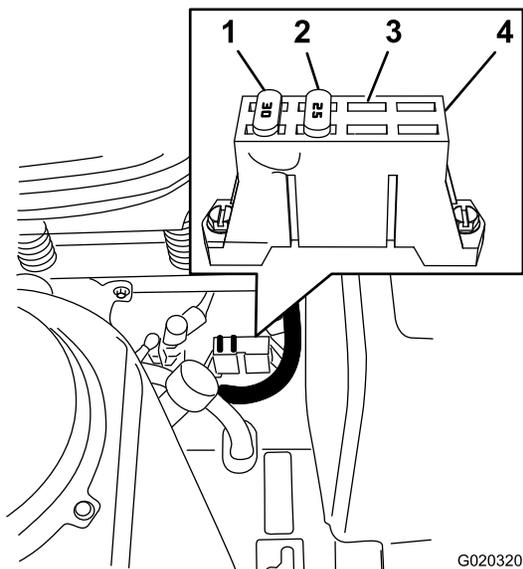

Figure 49
Remarque: Les fusibles sont situés sur la console droite, près du siège (Figure 49).
2. Placez un fusible devant la fente du porte-fusibles (Figure 49).
3. Poussez le fusible dans le porte-fusibles jusqu'à ce qu'il soit complètement engagé (Figure 49).